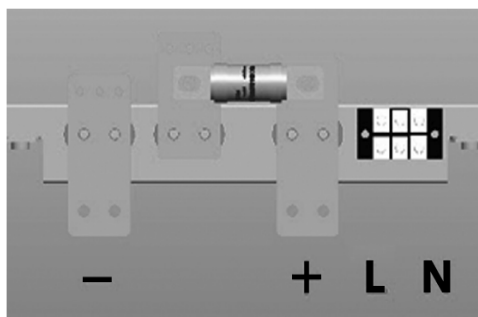

Fig. 3-14 Conexión del amortiguador
- Conecte la alimentación principal a las terminales L y N con dos cables de 0.75², como se muestra en la Fig. 3-14.